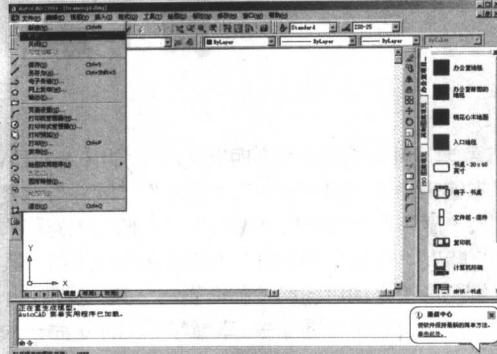
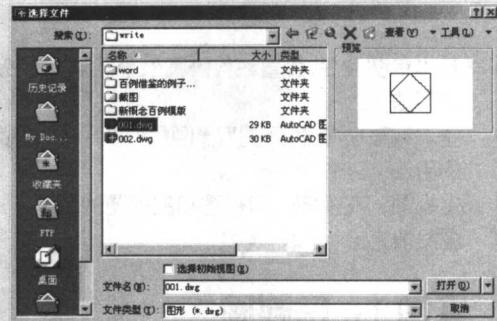

图 1-5 单击“文件”|“打开”
图 1-6 “选择文件”对话框
(2) 打开一幅旧图，单击“文件”|“打开”命令，如图 1-5 所示，打开“选择文件”对话框，如图 1-6 所示。在对话